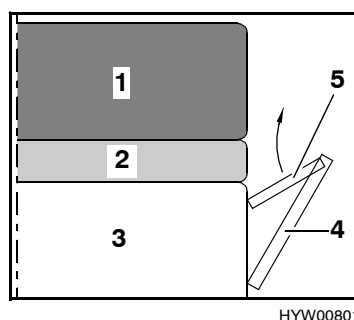

Fig. 53 Durante la trasformazione
- Sollevare la prolunga del cassone letto (Fig. 53,5).